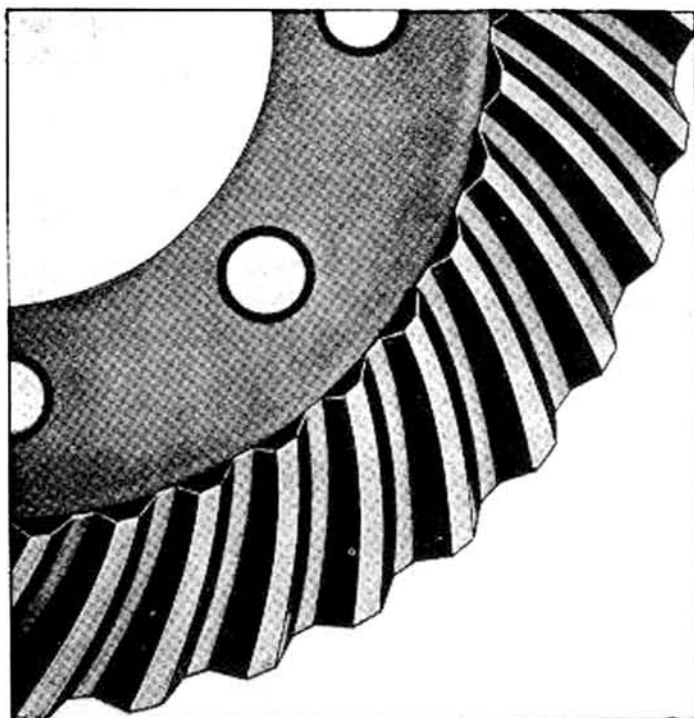

Fig. 107
- 4 - Eccessivo contatto sulla punta del dente (vedere fig. 107): significa che la corona è troppo vicina al pignone; occorre allontanarla cambiando lo spessore di registrazione con uno minorato.